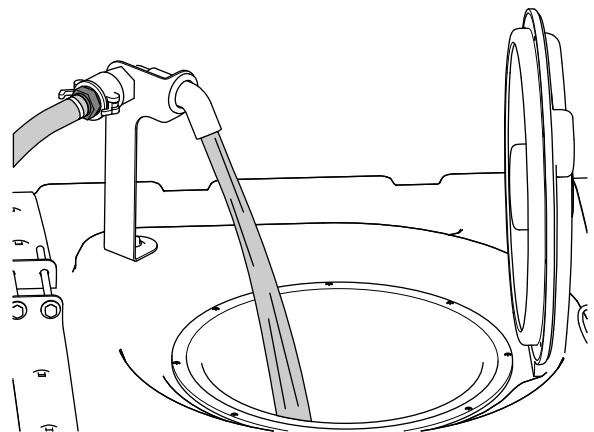

Figure 26
5. Ajoutez les trois quarts de l'eau nécessaire dans la cuve du pulvérisateur (*Figure 26*).